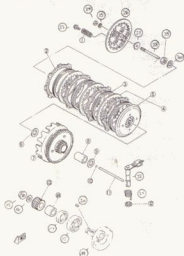
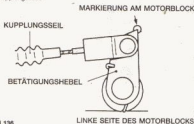

Bild 132
Bild 136
Die Kupplung der YAMAHA DT 80-Motoren ist eine im Ölbad laufende Lamellenkupplung. Wer die Teile der Kupplung auf ihre Weiterverwendbarkeit überprüfen will, muss die Funktion jedes einzelnen Teils kennen. Bild 132 zeigt die in Frage kommenden Teile:
- Die Kupplungsdruckstange, bestehend aus den Bauteilen 11 und 28 in Bild 132, darf nicht verbogen sein. Zum Test über eine Spiegelglasscheibe rollen lassen. Toleriert wird eine Durchbiegung bis zu 0,15 mm.
- Darauf achten, dass die Dämpfungsringe (3 in Bild 132) richtig positioniert und nicht verdreht sind.
- Kupplungsdruckstange mit Hilfe des Schraubengewindes an den Bauteilen 27 und 28 so einstellen, dass die Kante des Betätigungshebels (Teil 22) bei spielfreier Stellung an der Gehäusemarkierung anliegt (siehe hierzu Bild 136). Ist diese Einstellung erreicht, wird die Gegenmutter (Teil 24 in Bild 132) mit 8 Nm Anzugsdrehmoment angezogen.